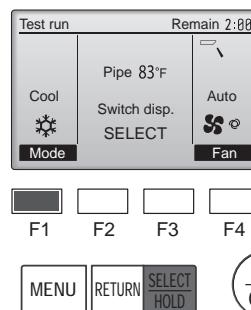

Fig. 7-6
- ① Appuyez sur le bouton [F1] pour changer de mode de fonctionnement dans l'ordre "Cool" (Froid) et "Heat" (Chaud). (Fig. 7-6)
- ② Appuyez sur la touche [SELECT/HOLD] pour ouvrir l'écran de réglage des volets.